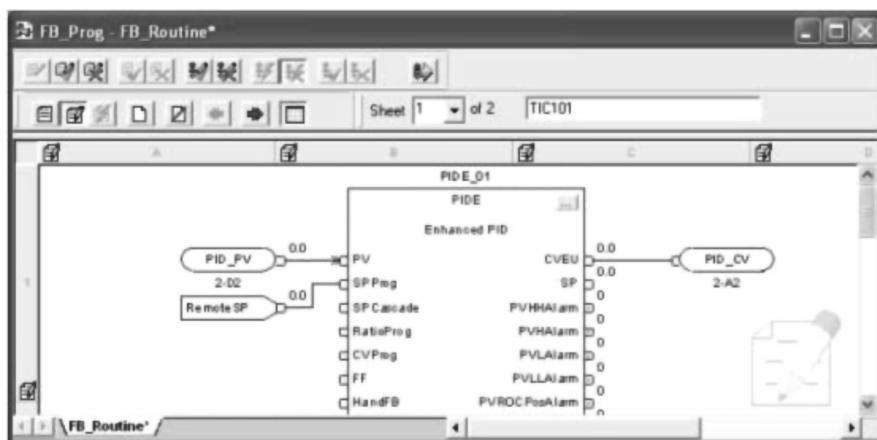

图 16-44 输入 RemoteSP
4. 在 IREF 中键入 RemoteSP，将此标签创建为 REAL 类型，如图 16-44 所示。